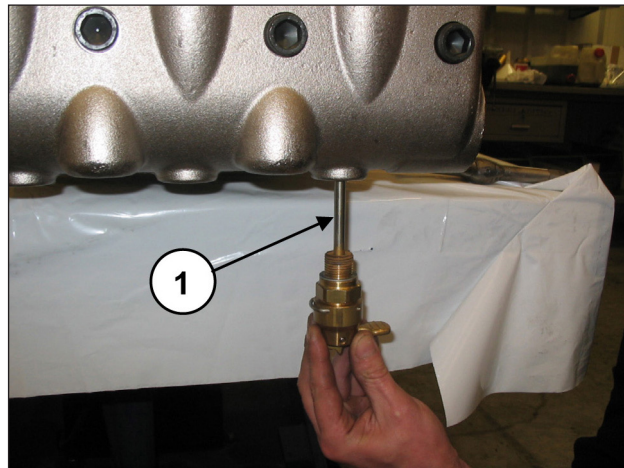
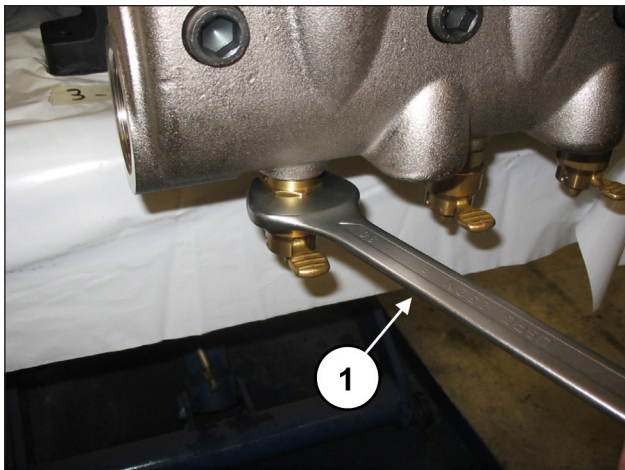

Abb. 130
Abb. 131
Eichen Sie die Schrauben M16x55 des Deckels mit einem Drehmomentschlüssel, wie in Kapitel 3 gezeigt. Bringen Sie die Ventilöffner an (Pos. ①, Abb. 130) und drehen Sie diese mit einem 30 mm Schlüssel fest (Pos. ①, Abb. 131).